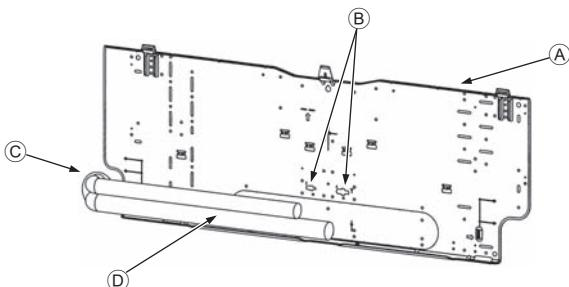

Fig. 3-5
3.3. Bij het inbrengen van de pijpen in de muur (Fig. 3-5)